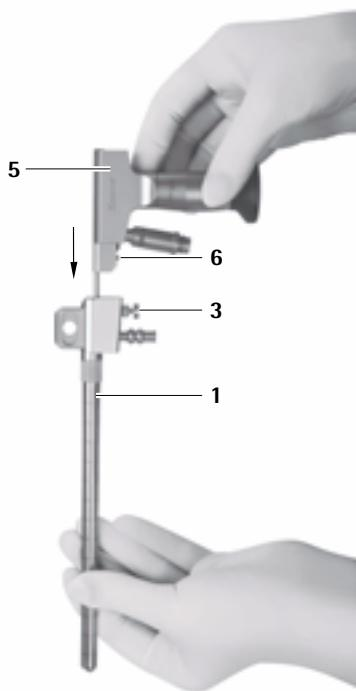

Fig. 2
- Bloquear el endoscopio 5 en el trócar MINOP inVent 1, ver Fig. 2.